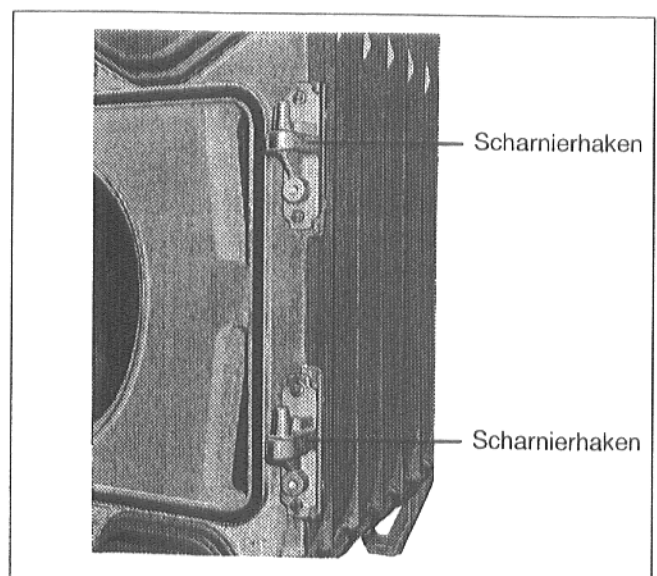

Abb. 27
- Die Scharnierhaken entsprechend Abb. 27 (Rechtsanschlag) mit je 2 Maschinenschrauben M 12 x 55 am Vorderglied anschrauben. Für Linksanschlag entsprechend auf der linken Seite anschrauben.